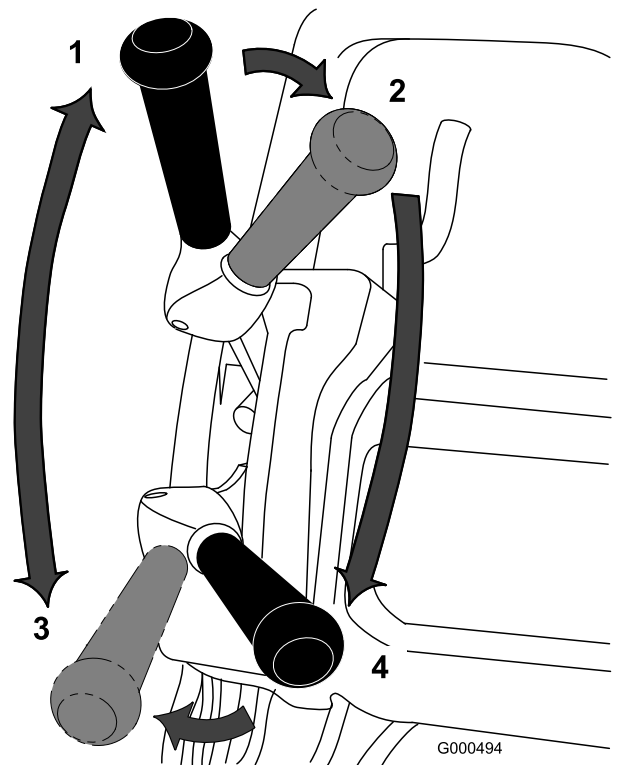

Figura 30
1. Ligue o motor, coloque o acelerador a uma velocidade reduzida, empurre a pega para levantar a unidade de corte, pressione o controlo de presença do operador, desloque a alavanca de tração para a posição ENGATAR e transporte a máquina até uma ponta do relvado (Figura 30).
2. Coloque a alavanca de tração na posição DEENGATADA e engate a transmissão do cilindro (Figura 30).
3. Desloque a alavanca de tração para a posição ENGATADA, aumente a velocidade até que a máquina se movimente à velocidade desejada, conduza a máquina para o relvado, desça a dianteira da máquina e comece a operação (Figura 30).